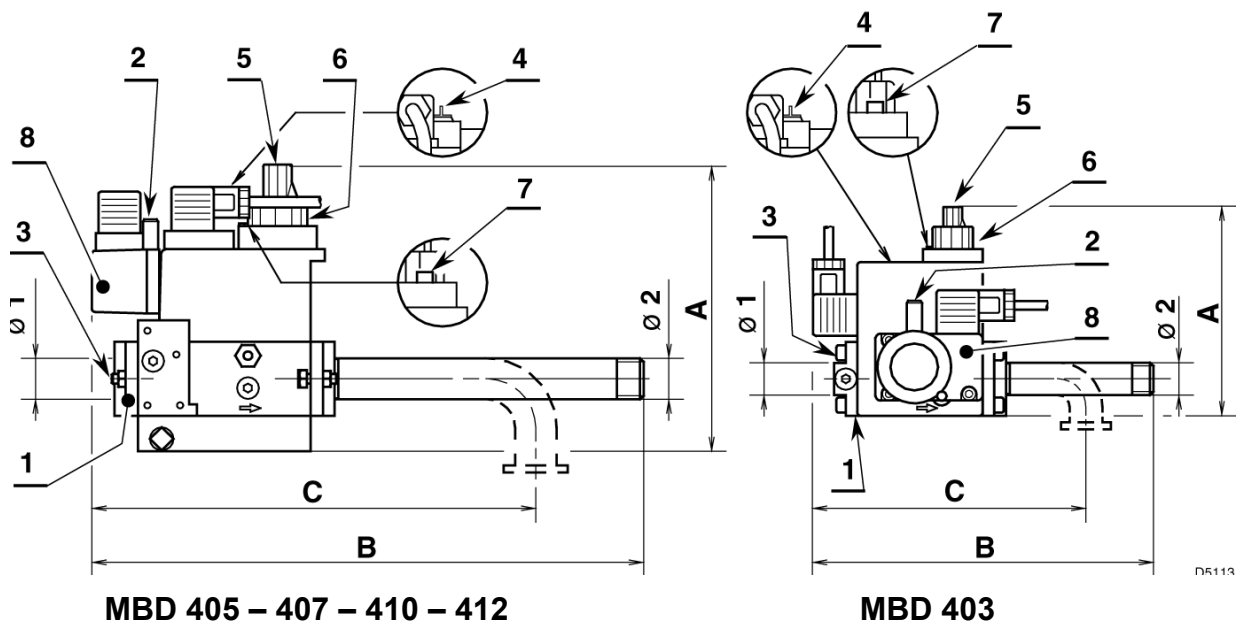
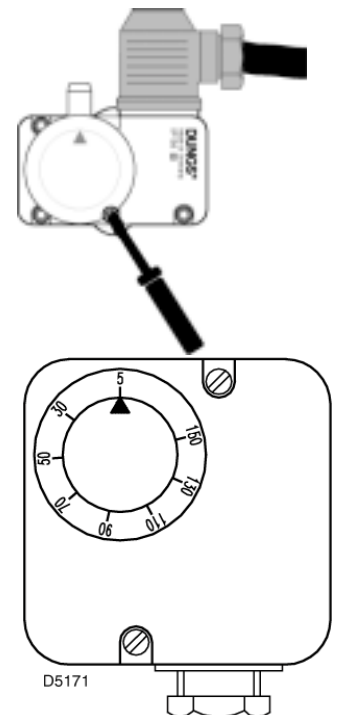

рис. 1
рис. 7
Газовые мультиблоки могут быть смонтированы как справа так и слева от горелки: при установке справа необходимо переставить на противоположную сторону штуцер измерения давления (2) (рис.1). На мультиблоке MBD 403 необходимо переставить реле давления газа.
Перед настройкой мультблока необходимо установить регулировочные элементы стабилизатора давления (4)(рис.1) и регулирующего клапана (6)(рис.1) (предварительно необходимо ослабить винт (7) (рис.1)) в закрытое положение. Для этого следует повернуть до упора все вышеуказанные регулировочные элементы в сторону со знаком «-» (см. изображение на мультблоке). Затем, поворачивая регулировочные элементы в сторону со знаком «+» на 1/3 от возможного количества оборотов, установить предварительные настройки мультблока. Запустить горелку.
При работающей горелке, посредством ручки(6) (рис.1) и на основании показаний счетчика газа установить рассчитанный ранее расход газа (рис.4). Если при полностью открытом клапане не удастся достичь необходимого расхода газа, необходимо прибавить на стабилизаторе давления 5-10 оборотов и повторить настройку регулирующего клапана.
Регулирующий клапан оборудован устройством, обеспечивающим плавность его открытия при розжиге горелки. Посредством винта 5 (рис.1) можно установить стартовый расход газа в диапазоне от 10% до 40% от рабочего.
Для того чтобы получить доступ к регулировочному винту, необходимо сдвинуть крышку, закрывающую винт (4)(рис. 1).
Перед началом регулировки реле минимального давления газа (8)(рис.1), необходимо сначала выполнить все другие настройки. Для начала необходимо снять защитный кожух с регулировочной ручки, отвернув крепящий ее винт. Затем установить регулировочную ручку на начало шкалы (рис.7).